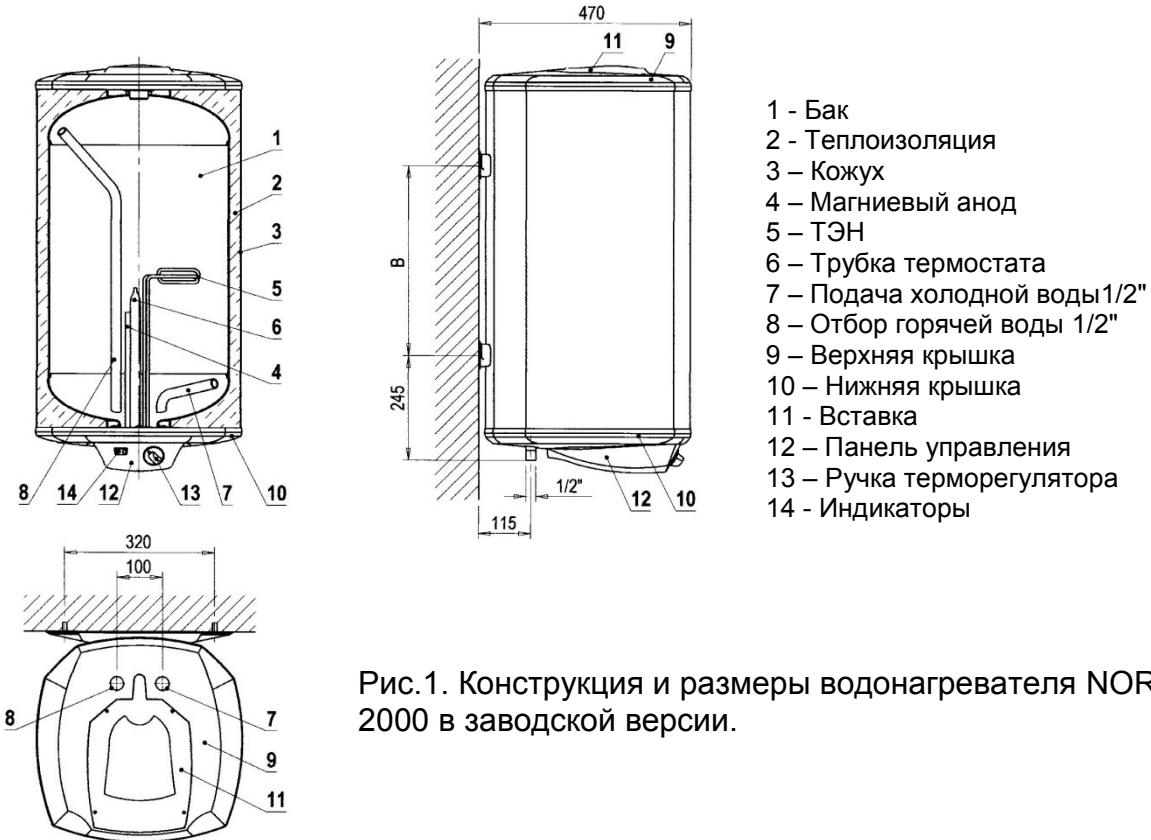
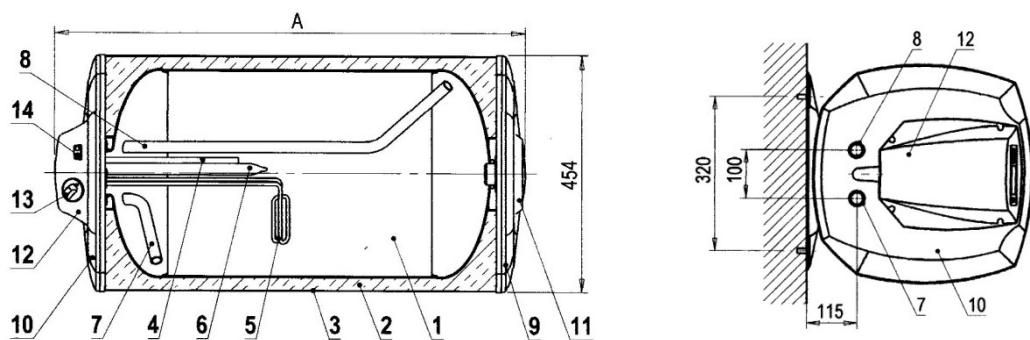
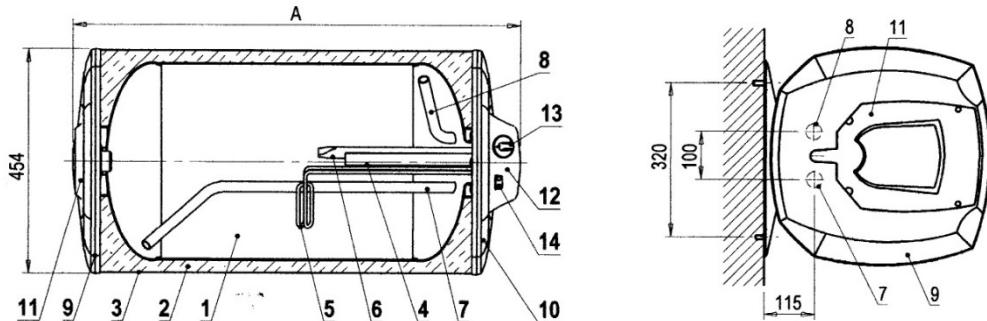

Рис.1. Конструкция и размеры водонагревателя NORDIC 2000 в заводской версии.
Рис.2 Конструкция и размеры водонагревателя NORDIC 2000 в заводской версии.
Рис.3 Конструкция и размеры водонагревателя NORDIC 2000 в заводской версии.
Благодаря современным технологическим и конструкционным решениям водонагреватели NORDIC экономичны, долговечны и безопасны в эксплуатации, а также просты в установке и использовании. Водонагреватель можно установить в любом помещении, подключенном к водопроводу и электроэнергии, кроме зданий в которых температура опускается ниже 0 градусов. Конструкция, размеры и способы установки представлены на Рис. 1, 2 и 3.
Водонагреватели, согласно своей конструкции должны быть установлены на кронштейнах, которые находятся с задней стороны корпуса. Перед установкой следует убедиться, что стена, на которой должен быть установлен водонагреватель, достаточно прочная. В заводском исполнении Тэн установлен, как показано на Рис.1 и Рис.2. Если вам нужно установить водонагреватель горизонтально, с панелью управления и подключением воды справа, ТЭН нужно повернуть вниз (см. Рис.3)
- a/ водонагреватель в заводской сборке (Рис. 2);
b/ водонагреватель горизонтальный с панелью управления и подключением воды справа (Рис. 3)